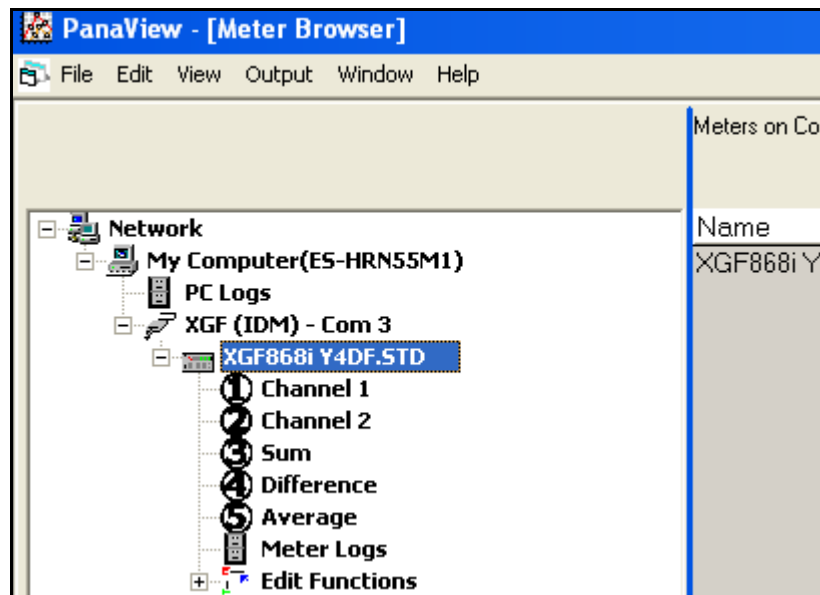

Рис. 39: Дерево датчика с параметрами редактирования функций *Edit Functions*
1. В дереве измерительных приборов браузера *New Meter Browser* (см. на рис 37 на стр.е 79), нажмите пункт XGF. После этого появится окно, сходное с отображенным на Рис. 39 внизу.